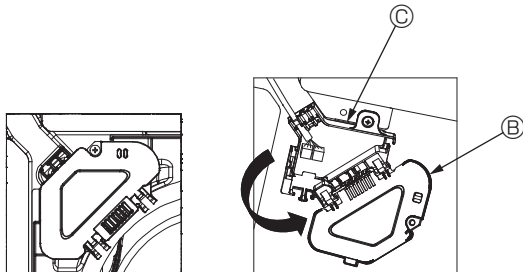

Fig. 7-5
- ③ Die Befestigungsschraube des Anschlusskastendeckels entfernen und den Deckel öffnen. (Fig. 7-5)
- ④ Den Verbindungskabelstecker in den Anschlusskasten einsetzen.
- ⑤ Die Kabelabdeckung und den Anschlusskastendeckel anbringen.